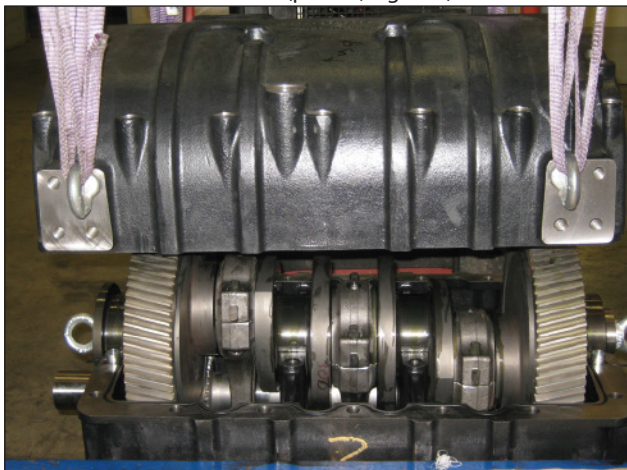
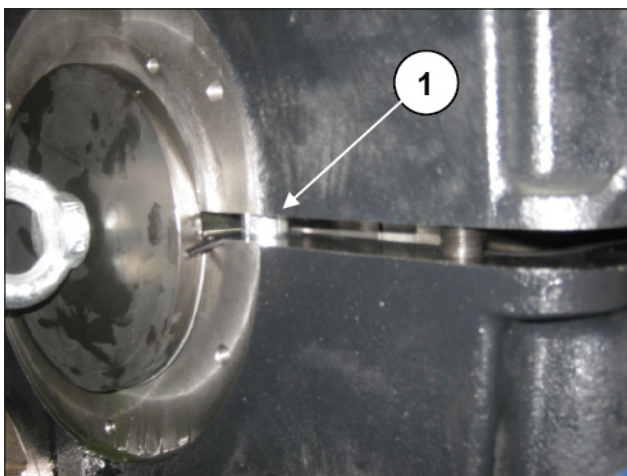

Fig. 110
Fig. 111
Monte o cárter traseiro (Fig. 110) verificando a centragem nas bússolas do cárter dianteiro (pos. ①, Fig. 110).
Aperte o cárter traseiro mediante os 22 parafusos M16 (pos. ①, Fig. 110) conforme indicado no esquema na Fig. 111. Calibre os parafusos com chave dinamométrica, conforme indicado no parágrafo 3.